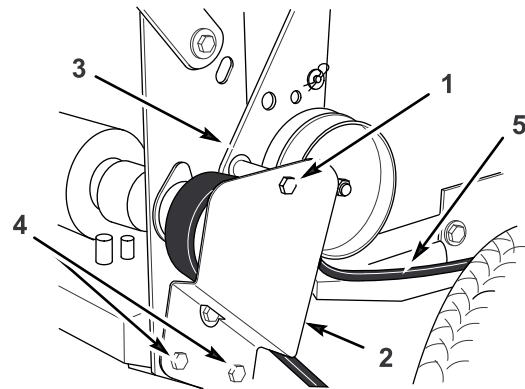

Figura 42
- Retire el perno superior que sujeta los soportes de la polea tensora al bastidor trasero (Figura 42).
- Afloje los dos tornillos de montaje inferiores según sea necesario para que la correa pueda pasar entre la polea de transmisión y el soporte de la polea tensora (Figura 42).
- Coloque el perno superior que sujeta los soportes de la polea tensora al bastidor trasero (Figura 42).
- Apriete los dos tornillos de montaje inferiores según sea necesario para que la correa pueda pasar entre la polea de transmisión y el soporte de la polea tensora (Figura 42).